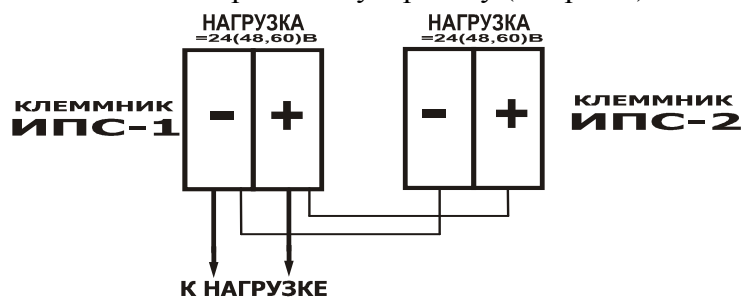

Рис.3
5.9. ИПС допускает включение на параллельную работу (см. рис.3)